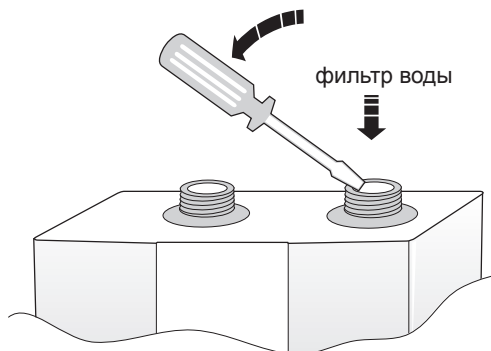

рис. 8
3. Вынуть фильтр, (лучше всего это делать с помощью маленькой отвертки - рис.8)